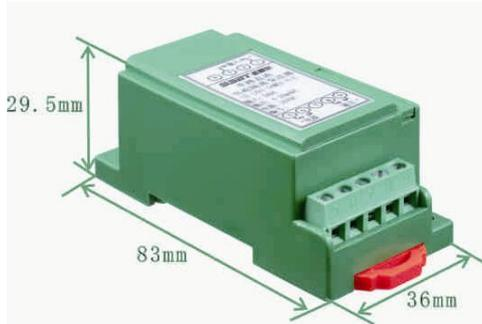
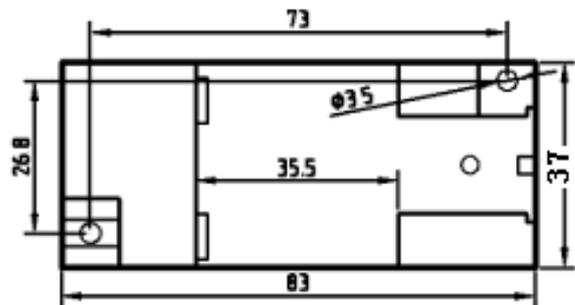

图1 MS1 外形图
图4 安装尺寸图
- ① 把变送器固定卡槽一侧勾在安装导轨上；
- ② 向下牵动弹簧销（如图1底端的红色弹簧销）；
- ③ 使变送器卡口套在安装导轨上；
- ④ 松开弹簧销，变送器卡在安装导轨上。
- ① 按图4所示的螺孔位置在固定板上攻丝 M3 螺钉孔；
- ② 使用 M3 的螺钉拧入螺钉孔中固定。